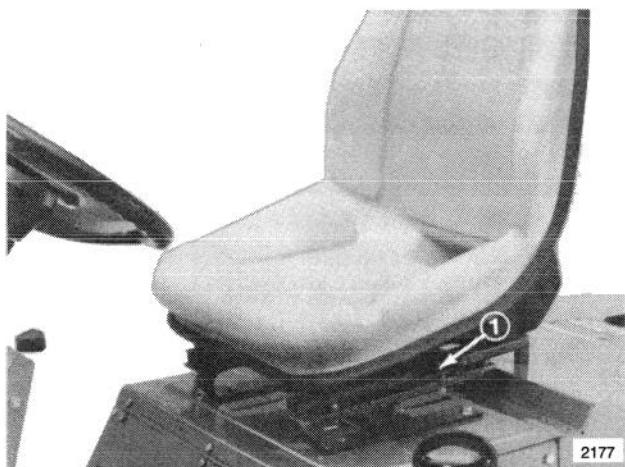

Figure 9
1. Pour régler la position du siège, déplacer vers l'arrière le levier qui se trouve du côté gauche (Fig. 9).